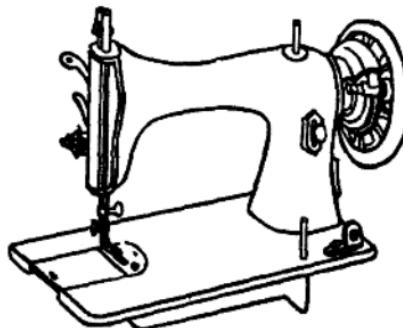
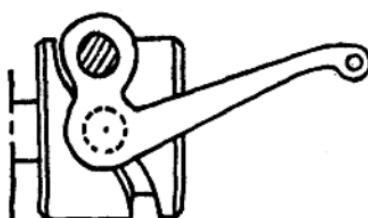

图 1
图 2
1. J A型：外观上看，挑线杆是从面板的边槽中伸出。内部结构，是采用凸轮为主导的挑线机构，如图1和图2所示。